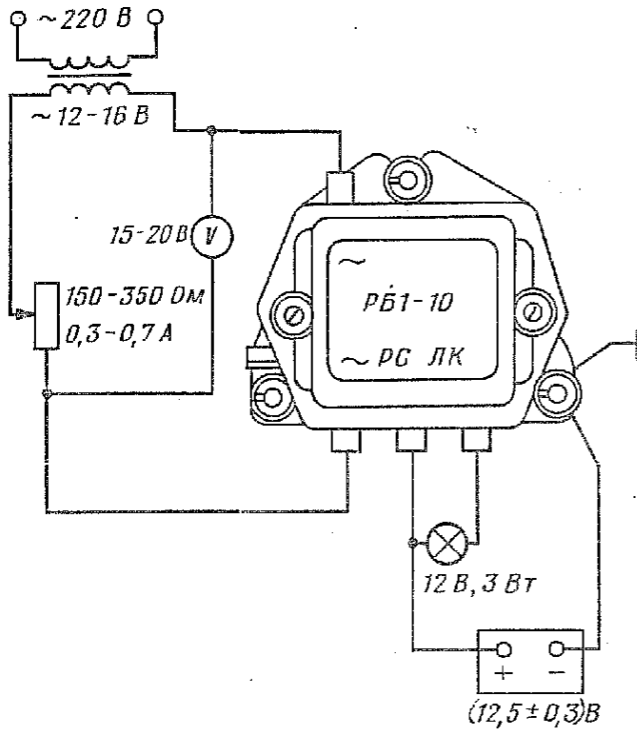

Рис. 89. Схема соединений для проверки реле блокировки
3.2. Подключить реле блокировки к приборам стенда согласно схеме (рис. 89).